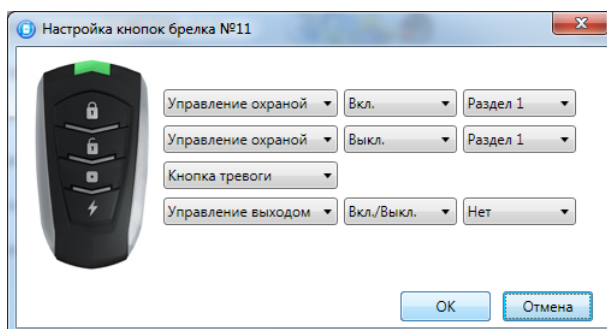

Рисунок 7.4 – Настройка кнопок брелока
4. Нажмите кнопку ОК, чтобы сохранить назначенные функции (см. рисунок 7.4).